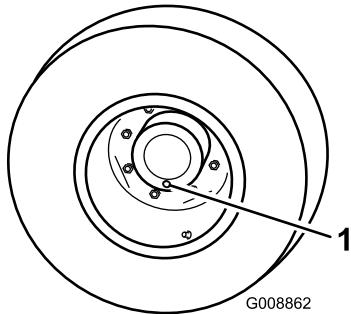

Figura 58
- Coloque a máquina numa superfície nivelada e posicione a roda de forma a que um dos tampões de verificação se encontre na sua posição mais baixa (6 horas).Figura 58